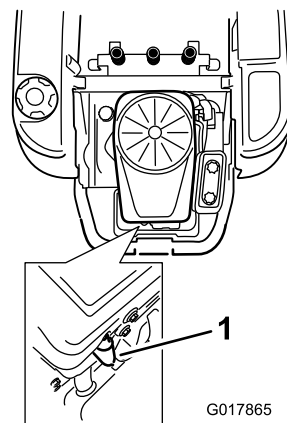

Figura 33
3. Desconecte el cable de la bujía (Figura 33).